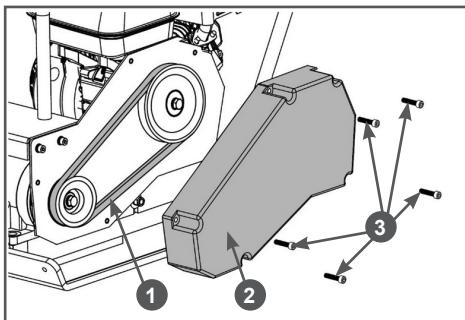

Рис. 26 Проверка состояния ремня
1. Открутите болты 3 крепления и снимите кожух 2 защитный ремня, чтобы получить доступ к ремню (Рис. 26).
2. Проверьте состояние ремня 1 (Рис. 26). Если ремень протерт, надорван или заметны иные повреждения, он должен быть немедленно заменен.
- Открутите болты 3 крепления и снимите защитный кожух 2 ремня (Рис. 26).